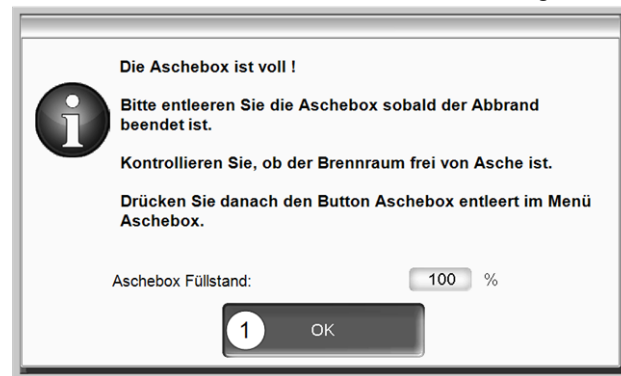

Abb. 2-51
- Die Hinweis-Meldung am Display mit **OK 1** bestätigen > Abb. 2-51